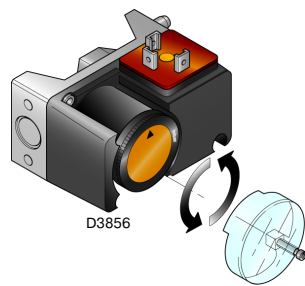

Рис. 24
- Отрегулировать реле максимального давления газа (Рис. 24) на конец шкалы.